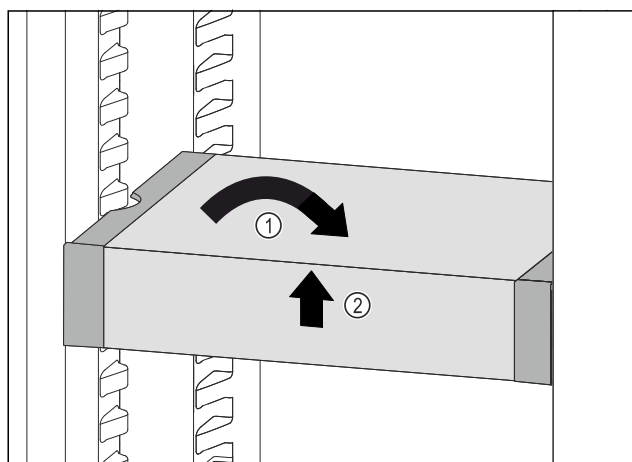

Fig. 176
- Установите VarioSafe прямо. Fig. 176 (1)
- Приподнимите VarioSafe спереди. Fig. 176 (2)